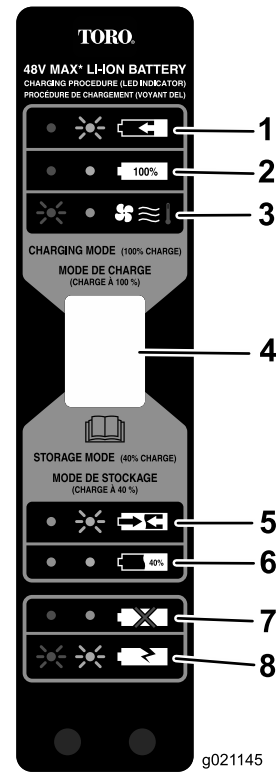

Figura 24
5. Consulte Figura 24 para interpretar los indicadores LED del cargador de la batería.
Utilice el modo de almacenamiento (Figura 24) si la batería no se va a utilizar durante 12 meses o más.
4. Cuando la batería esté preparada para el almacenamiento (Figura 24, punto 6.), retire la batería del cargador.